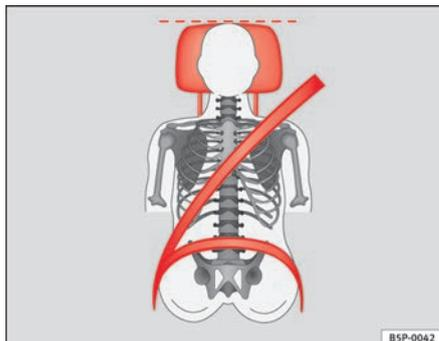
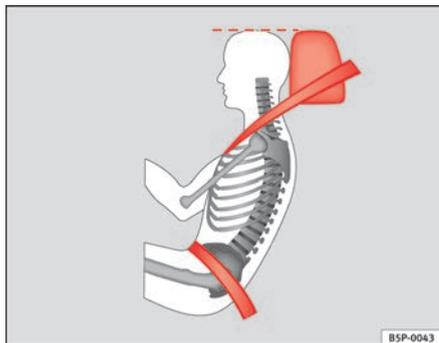

Fig. 3 Encosto de cabeça correctamente regulado visto de frente
Fig. 4 Encosto de cabeça correctamente regulado visto de lado
- Ajustar o encosto de cabeça de forma a que o rebordo superior fique, na medida do possível, alinhado com a parte superior da cabeça, no mínimo à altura dos olhos ⇒ fig. 3 e ⇒ fig. 4.